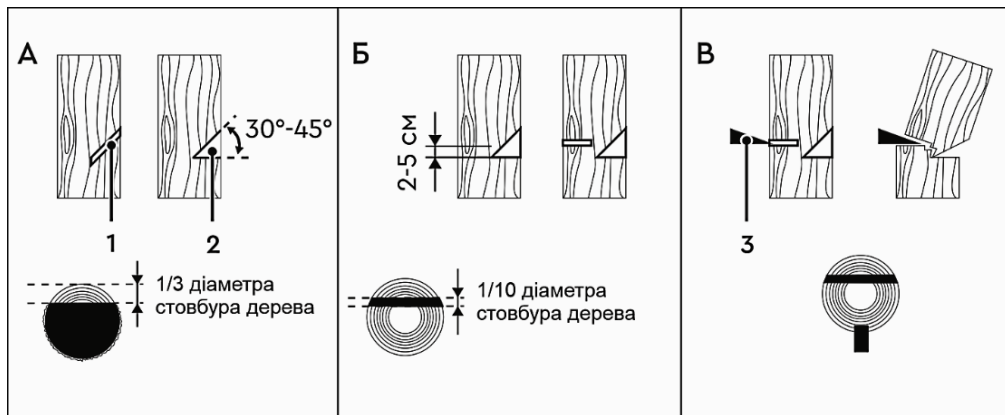

Рисунок 9
4.7.4 Виконання пропилів (рисунок 9)
Почніть пиляти дерево з того боку куди воно має впасти (1, рисунок 9-А).
Зробіть клиноподібний пропил (2, рисунок 9-А) під кутом 30-45°, глибина якого приблизно дорівнює 1/3 від товщини стовбура.
Валочний розпил (рисунок 9-Б) зробіть із протилежного боку від клиноподібного пропилю, помістивши зубчастий упор бензопили на стовбур на 2-5 см вище нижнього краю клиноподібного пропилю. Завершіть пиляння тоді, коли до внутрішнього краю клиноподібного пропилю залишиться близько 1/10 діаметра стовбура. Коли робите валочний розпил, не намагайтеся пропиляти стовбур наскрізь до клиноподібного пропилю.
Частина стовбура, яка залишилася непропиленою, буде направляти його в необхідний бік. Коли дерево почне падати, зупиніть роботу бензопили та негайно відійдіть у безпечну зону. Якщо дерево не почало падати, необхідно забити клин (3, рисунок 9-B), після чого дерево почне падати в сторону клиноподібного пропилу.